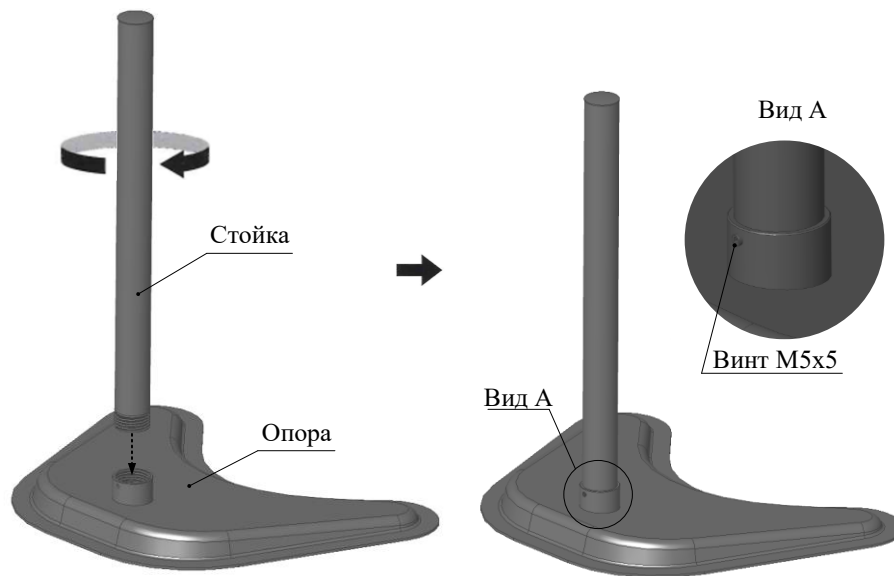

Рисунок 5 — Сборка подставки
- 1) собрать подставку в следующем порядке (см. Рисунок 5):